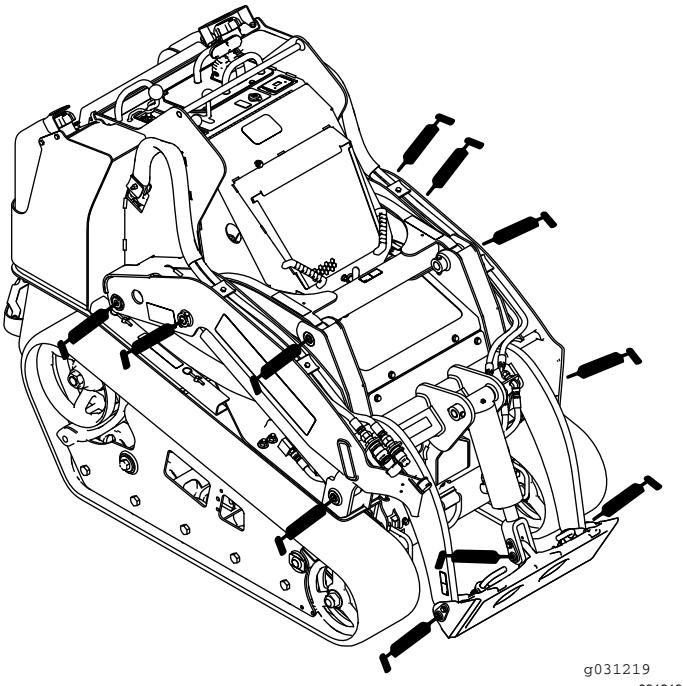
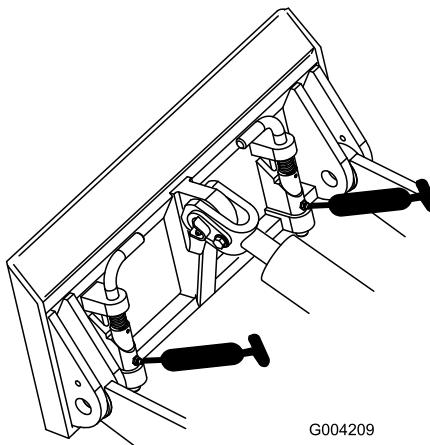
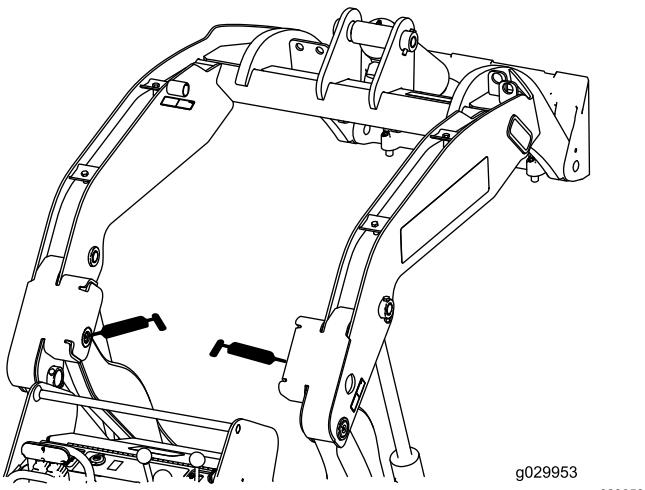

Figure 38
Figure 39
Figure 40
- Raccordez une pompe à graisse à chaque graisseur (Figure 38, Figure 39 et Figure 40).
Remarque: Élevez les bras de la chargeuse avant de graisser les graisseurs ; voir la Figure 40.